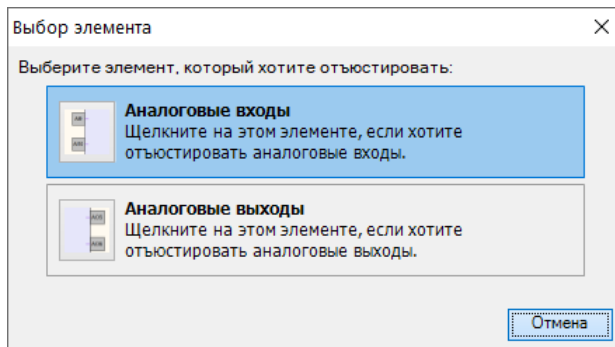

Рисунок 8.3 – Вибір елемента
- У меню вибрати «Аналогові входи» (див. рисунок 8.3).